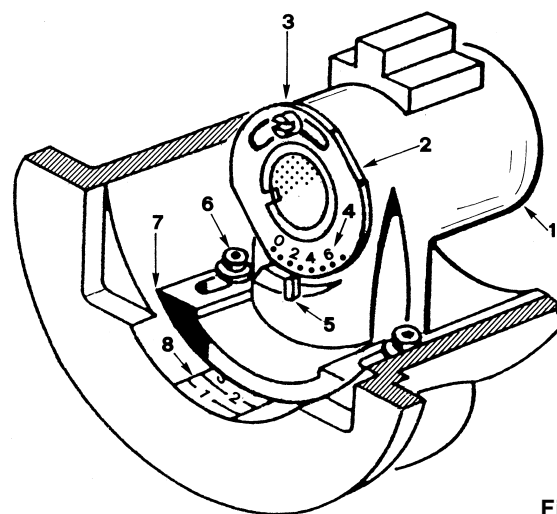

Fig. 12
- Si lors du contrôle précédent la position de la sonde ou de l'électrode s'avère incorrecte, retirer les deux vis 6)(Fig. 12 à la page 16), démonter le coude 1)(Fig. 12 à la page 16) et la régler.
Si lors du contrôle précédent la position de la sonde ou de l'électrode s'avère incorrecte, retirer les vis 6)(Fig. 12), extraire la partie interne 1)(Fig. 12) de la tête et la régler.
- Desserrer la vis 3)(Fig. 12).
- Desserrer les deux vis 6)(Fig. 12).
Le diagramme indique le réglage optimal de la tête. Si la pression dans le réseau d'alimentation du gaz est très basse et qu'elle ne permet d'atteindre la pression (et donc la puissance) souhaitée, il est possible d'ouvrir davantage la bague 2)(Fig. 12) de 1-2 encoches. Voir aussi la remarque à page 18..
Encoches sur la bague 2)(Fig. 12) et sur la plaque 8)(Fig. 12)